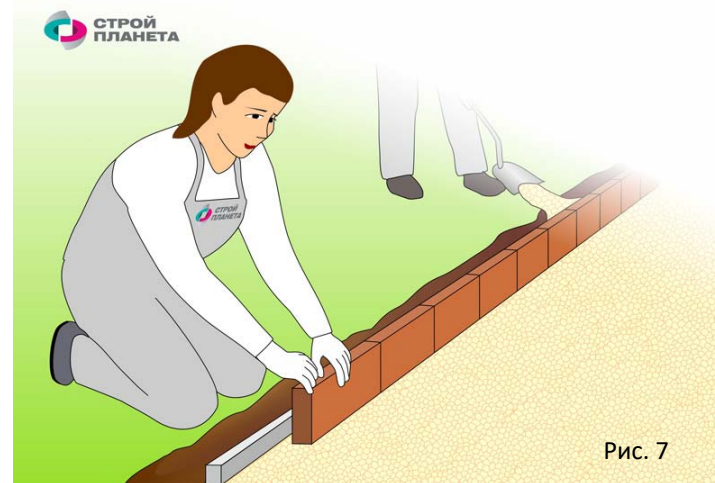

Рис. 7
4. Для того чтобы установить бордюры, по краям основания выкопайте траншеи требуемой глубины. Посадите бордюры на раствор М100, впоследствии пролив их бетоном и заполнив песком (**Рис.7**)